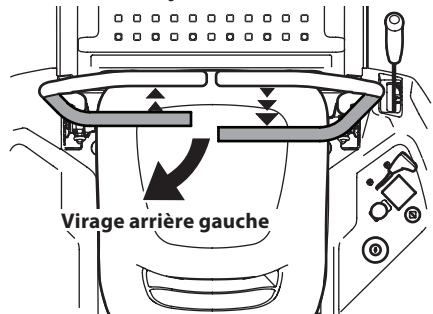

Figure 25
1. Pour tourner à gauche en marche arrière, déplacez le levier de contrôle de gauche vers l'avant du levier de contrôle de droite. Consultez la Figure 25.